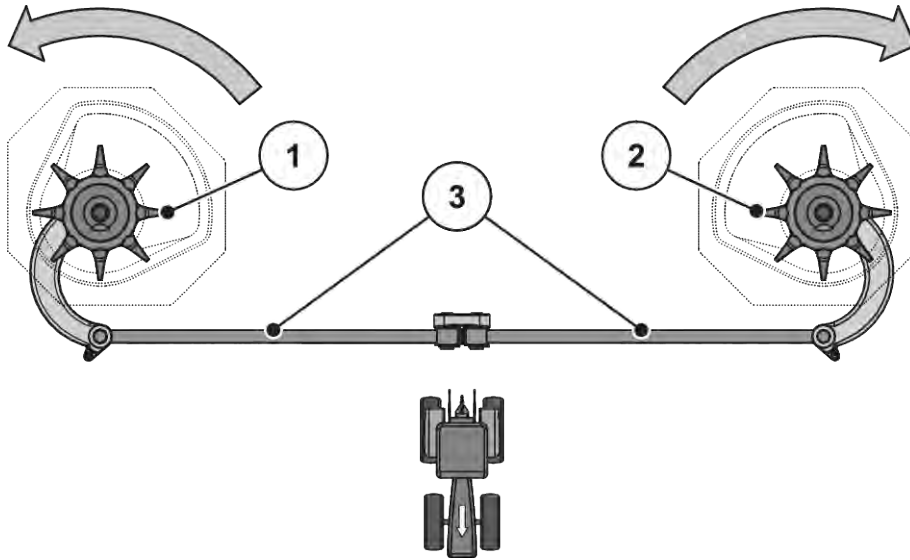

Рис. 53: Перевірка привода мішалки
- Прокрутіть змішувальну головку рукою **в напрямку руху розкидального диска**. Див.. Рис. 53 Перевірка привода мішалки.
- Із силою прокрутіть змішувальну головку рукою або за допомогою ремінного ключа для масляного фільтра **проти напрямку руху розкидального диска**. Див. Рис. 53 Перевірка привода мішалки